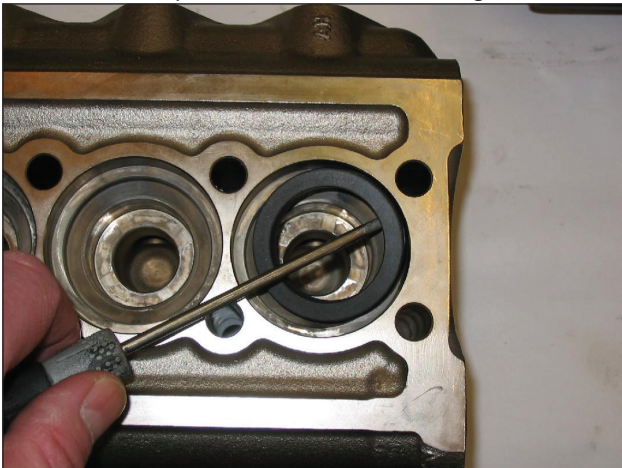

Abb. 21
C) Ziehen Sie die HD-Dichtungen vom Kopf und die ND-Dichtungen aus ihrer Halterung mithilfe einfacher Werkzeuge gemäß Abb. 21 heraus und achten Sie darauf, nicht die entsprechenden Sitze zu beschädigen.
Beachten Sie die Reihenfolge zum Ausbau des Dichtungspakets, wie in Abb. 21 gezeigt. Das Paket besteht aus: